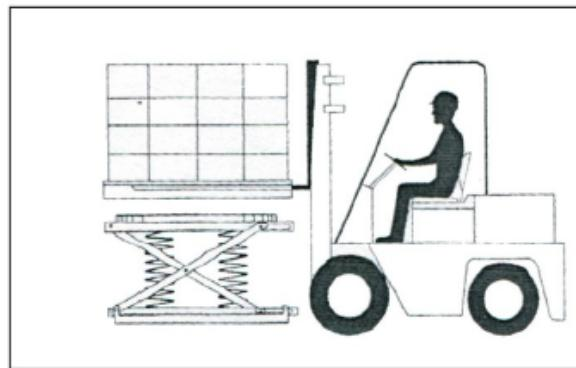

Fig. 11. Lossning med gaffeltruck.
När lastpallen skall avlägsnas från pallbordet skall hela lastpallen vara avlyft från pallbordet innan gaffeltrucken backas ut. Om detta inte sker kan övre delen på pallbordet hoppa upp när gaffeltrucken backas ut. Detta kan medföra skador på pallbord eller person. Fig. 11 sid 11. visar hur en korrekt lossning skall utföras vid användning av en gaffeltruck.
1. Kör in gafflarna helt och hållit i lastpallen och lyft lastpallen rakt upp så att den är helt fri från pallbordet. Se Fig. 11.